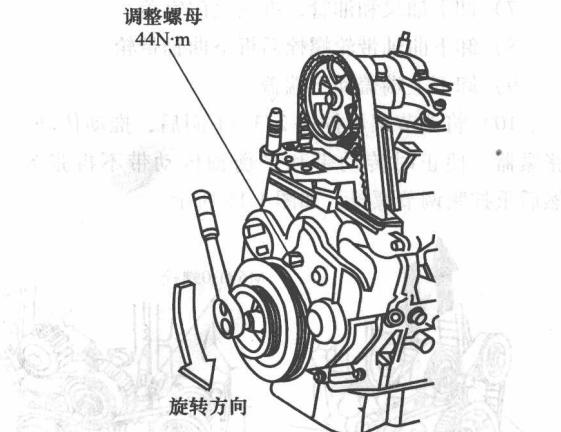

图 1-14 调整传动带张紧力
⑦ 检查完毕，以 $245N \cdot m$ 的力矩将曲轴带轮螺栓拧紧。
(4) 传动带张紧力的调整
① 先拆下蓄电池负极电缆，然后再拆下正极电缆。
② 断开交流发电机的端子和插头，然后从气门室盖上拆下发动机线束。
③ 拆下气门室盖。
④ 转动曲轴 5~6 圈，以便调节传动带。
⑤ 将第一缸活塞转至上止点位置。
⑥ 将调节螺母松开 $2/3 \sim 1$ 圈，如图 1-14 所示。
- 9) 调整正时传动带的张紧力（参见图 1-14）。